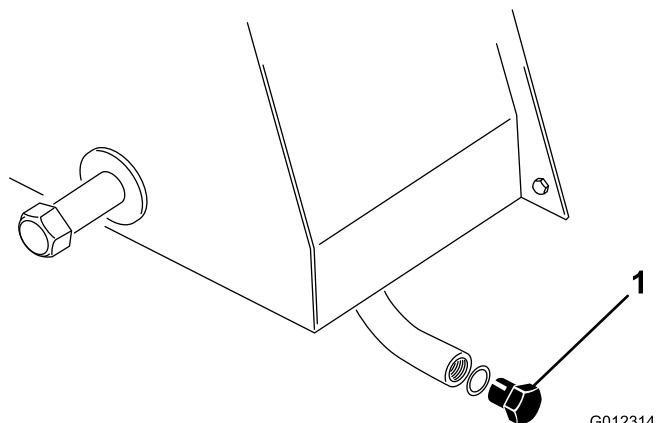

図 42
1. ドレン・プラグ（図 42）を半回転開き、出てくるオイル（と水の混合物）を容器に受け、異物が混じらなくなるのを待つ。
1. ドレンプラグ（図 42）を外し、排出されるオイルを廃油受け容器に回収する。オイルが全部流れ出たらプラグを元通りに締め付ける。